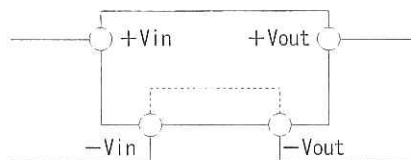

図3.3 GNDピンの接続
- (1) 図3.3のような-Vinと-Voutを分離する接続にして、入出力間の共通インピーダンスを低減する（推奨）。